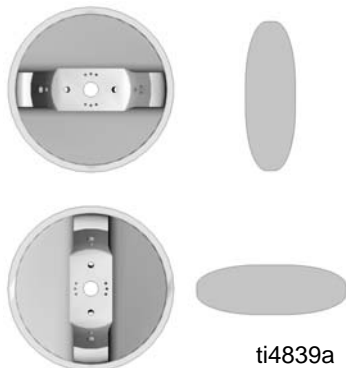

FIG. 2
1. Roter luftlocket för att uppnå önskat spraymönster. Se FIG. 2.